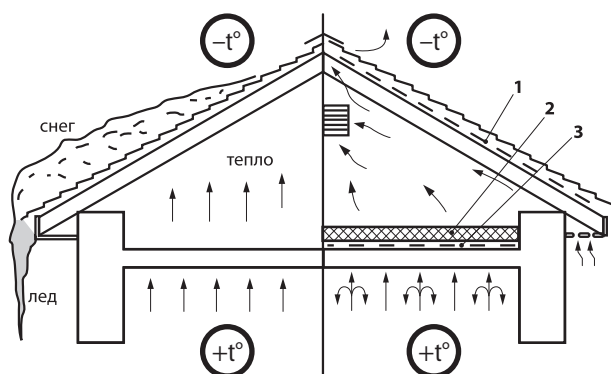

Рис. 2
Для защиты внутренних элементов стен и крыши от атмосферной влаги необходимо устройство гидроизоляции, так же она нужна, чтобы избежать накопления конденсата на внутренней поверхности металлочерепицы в случае, если есть утечки тепла через перекрытие верхнего жилого этажа в холодный чердак. Хорошо подходят в этом случае пленки с антиконденсатным покрытием. Если чердак не жилой, то он обязательно должен проветриваться и быть холодным. Перепад температуры наружного воздуха и воздуха внутри чердачного помещения в зимний период не должен превышать 2–4°C, иначе может подтаивать снег на кровле, что приведет к обледенению и образованию сосулек на свесе карниза (рис. 2).
Воздух отапливаемого помещения содержит пары воды, которые устремляясь в холодную зону, конденсируются. Для сохранения теплозащитных свойств утеплителя, перекрытие верхнего жилого этажа при холодном чердаке должно иметь слой пароизоляции (3), предохраняющий утеплитель от увлажнения (рис. 2).